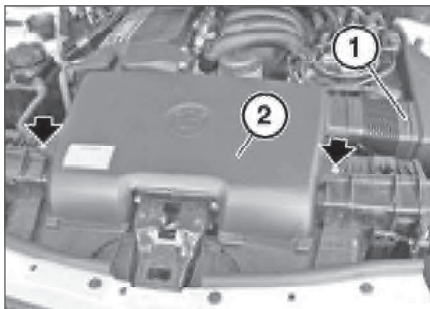

Рис. 5.31. Впускной канал
Снять впускной воздушный канал (2, рис. 5.31), для чего вывернуть болты (стрелки), отсоединить шланг (1) от корпуса воздушного фильтра. Приподнять и снять впускной канал.